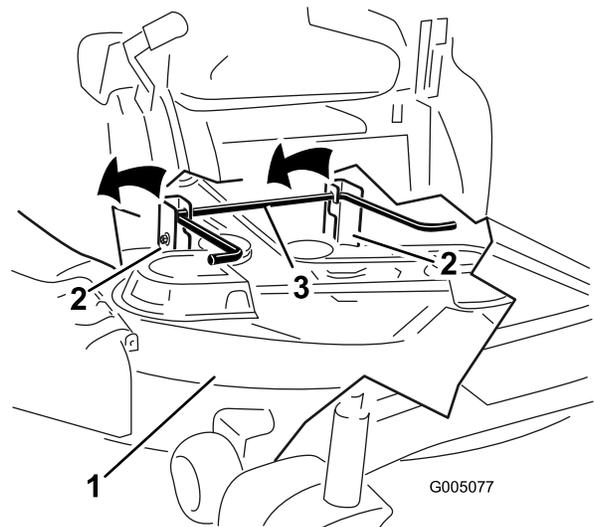

Figure 57
- Soulevez l'arrière du tablier de coupe et guidez les supports sur la tige de levage arrière (Figure 57).